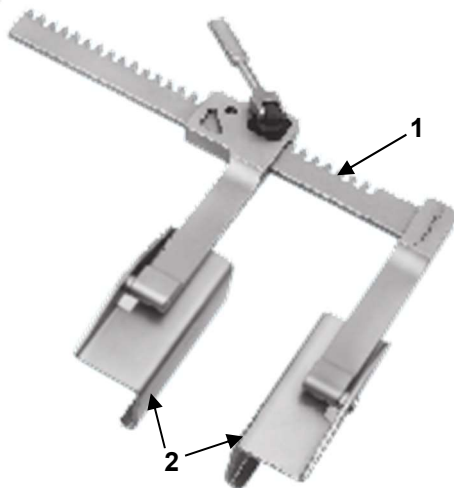

Fig. 2: Esempio di sternotomia totale
Le figure 2 – 4 mostrano diversi esempi di configurazione di un sistema di divaricatori del telaio del divaricatore MARJAN MGH (1) e nella Tabella 1 sono elencate le corrispondenti lame utilizzate (2-5).